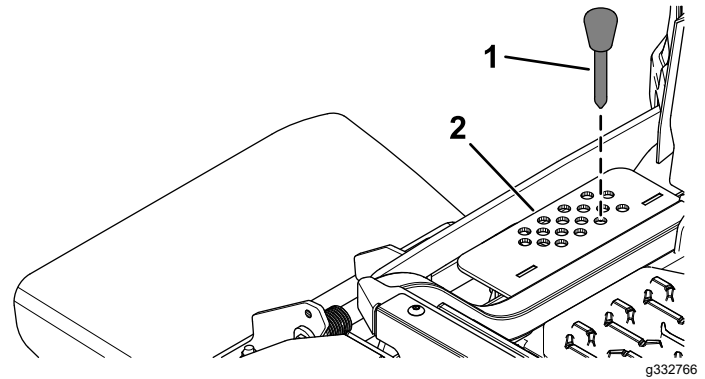

Bild 2
9. Entfernen Sie den Schnitthöhenstift aus der Schnitthöhenhalterung (Bild 2).